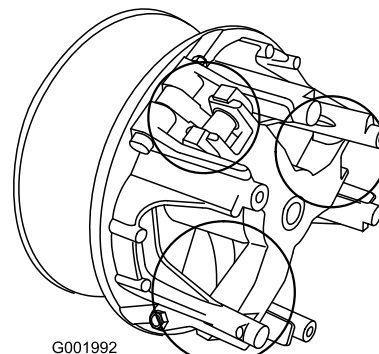

図 55
5. 図 55 でで○で囲んで表示している部分の可動部に Toro ドライ潤滑剤（Toro 代理店で購入可能）をスプレーする。